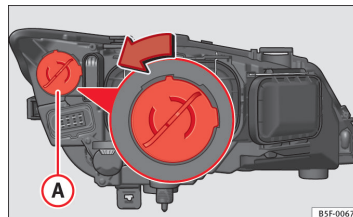

Fig. 135 Ampoule des feux de jour
- Tournez la douille d'ampoule ⇒ fig. 135 A vers la gauche puis tirez.